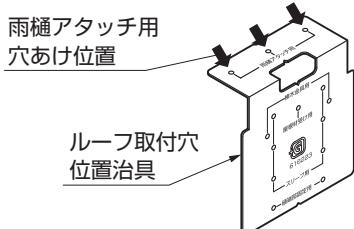
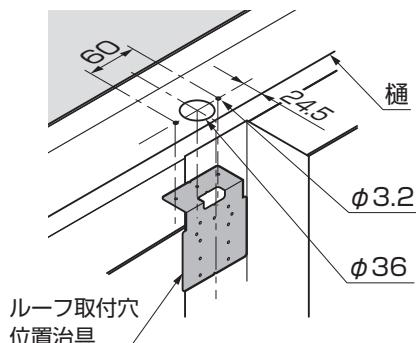

図11-2
図11-3 A部詳細図
①ルーフ取付穴位置治具を樋にあて、ケガキ、ドリルで水抜き穴φ36と雨樋アタッチメント取付穴φ3.2をあけてください。(図11-2、図11-3参照)